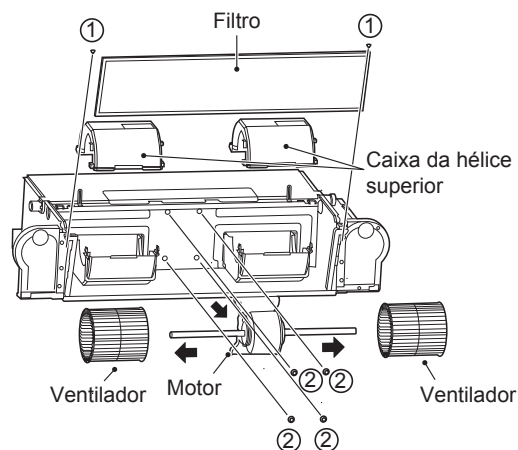

Figura 4-5 Remoção do filtro, do helicoidal superior e dos parafusos
- Como mostrado na Figura 4-5, remova os parafusos ① *2 para retirar o filtro.